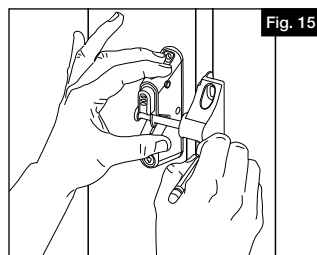

Fig. 15
- 12.** Alinee la traba con el borde del montante de portón, con el cerrojo en posición de cerrado. Marque los dos agujeros en la parte delantera de la traba (Fig. 15). Marque el tercer agujero en el costado de la traba, y taladre los tres agujeros de la traba con una broca de 3/32" (2,4 mm). Fije la traba en el portón con tres tornillos de 1".